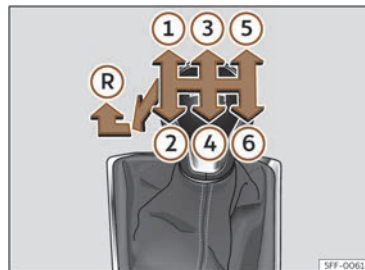

Fig. 124 Esquema de un cambio manual de 6 marchas.
En la palanca de cambios se indican las posiciones de las marchas >>> **fig. 124.**
- Con la palanca de cambios en punto muerto, presiónela hacia abajo, muévela a la izquierda hasta el final y después hacia delante para seleccionar la marcha atrás >>> **fig. 124 (R)**.